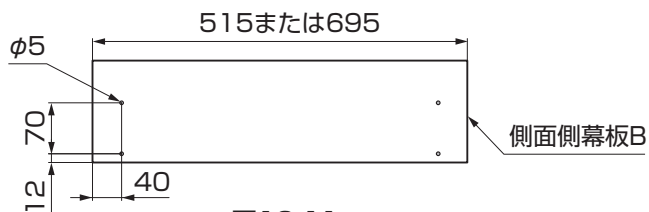

図12-11
⑨側面側幕板Bの両端に4ヶ所、φ5の下孔をあけてください。(図12-11参照)
⑩側面側幕板Bを、くり貫き部用幕板固定金具に【29-5】で取付けてください。